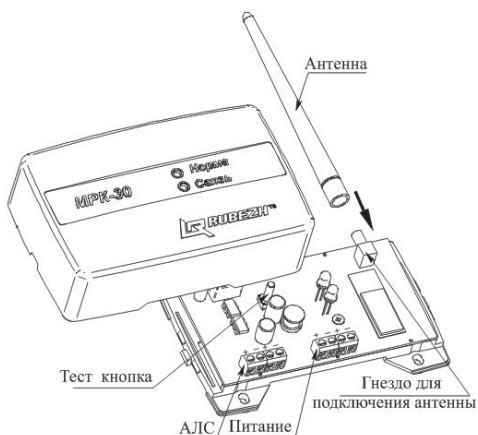

Рисунок 1
7.2 Для получения базового адреса МРК-30 необходимо зайти в пункт «конфигурация» => «сервис» => «адресация устройства» и нажать тест кнопку (см. рисунок 1) на модуле.